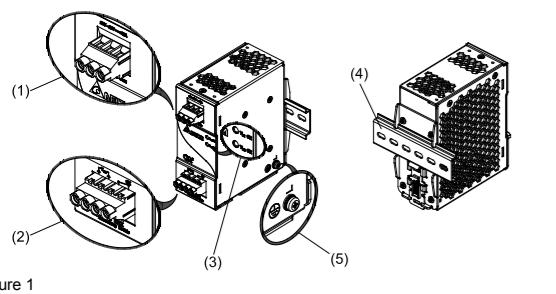

Figure 1
3. Gerätbeschreibung (Abb. 1)
3. Device description (Fig. 1)